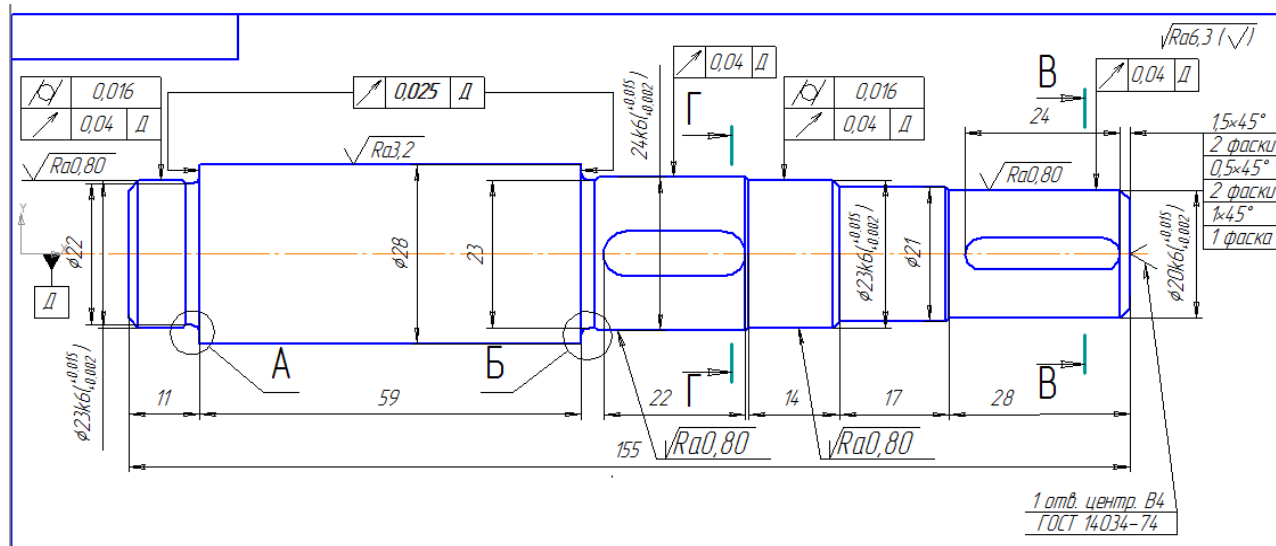

Рис. 5.16
21. Основной вид вала готов. У вас должно было получиться изображение, примерно, как на рис. 5.16.